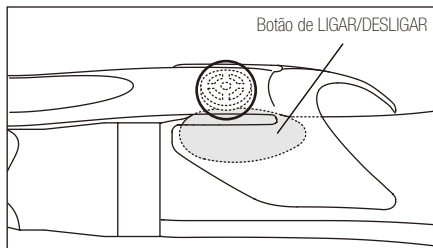

Fig. 7
- 2) Ajuste a localização da montagem de maneira que a porção convexa situada por baixo da alavanca (ver círculo da Fig. 7) entre em contacto com a saliência do botão de LIGAR/DESLIGAR